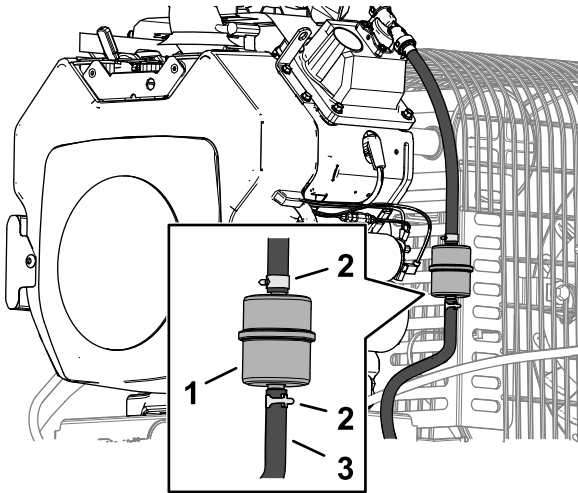

Figura 40
3. Apriete los extremos de las abrazaderas y deslícelas por el tubo alejándolas del filtro (Figura 40).
5. Instale un filtro nuevo y acerque las abrazaderas al filtro (Figura 40).
3. Afloje la abrazadera cerca del filtro de combustible y deslícelas por el tubo, alejándola del filtro de combustible (Figura 40).
4. Desconecte el tubo de combustible del filtro de combustible (Figura 40).
Nota: Deje fluir el combustible a una lata u otro recipiente apropiado (Figura 40).
5. Instale el tubo de combustible en el filtro de combustible. Acerque la abrazadera al filtro de combustible para fijar el tubo de combustible (Figura 40).